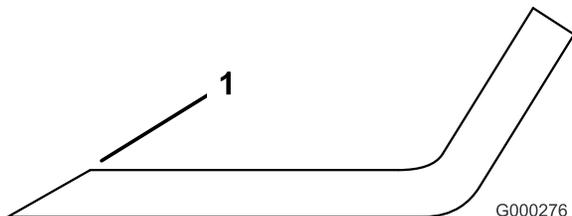

Figura 95
1. Utilize uma lima para afiar a aresta de corte em ambas as extremidades da lâmina (Figura 95).